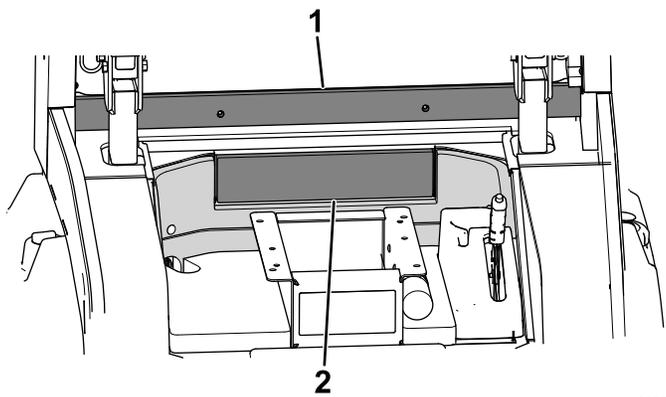

Figura 18
3. Rimuovete la pellicola di protezione e montate il cuscinetto della parete del paraflamma (Figura 18).
- 4. Rimuovete la pellicola di protezione e montate il cuscinetto del finestrino posteriore (Figura 18).